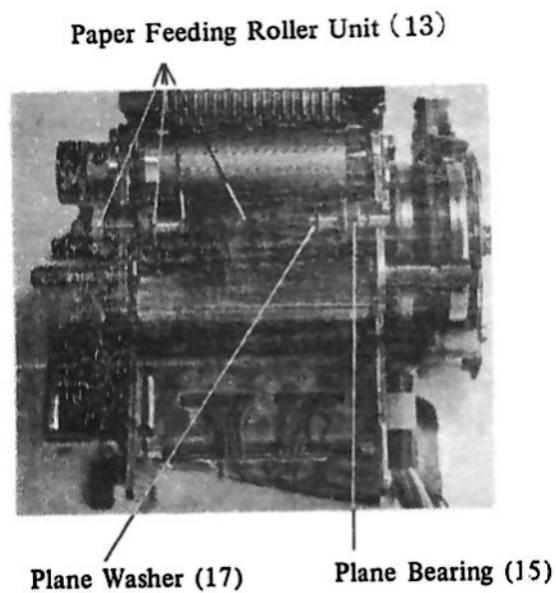

Fig. 8-61 Zuführrolle einsetzen
- 3) Scheibe (17) und Lager (15) an der Einheit (13) aufsetzen (Fig. 8-61).
- 4) Einheit (13) in die Schlitz der Führung (19) einsetzen (Fig. 8-61).